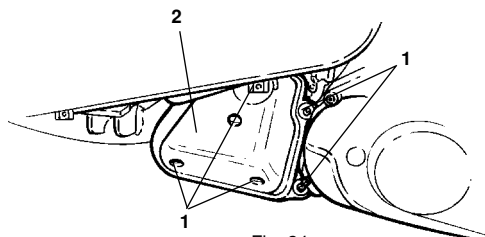
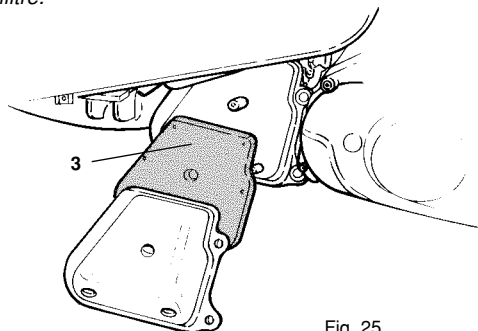

Fig. 24
Fig. 25
- Para acceder al filtro de aire (después de haber extraído el puente): destornillar el tornillo (1 - Fig. 24).
- Extraer la tapa (2 - Fig. 24) y sacar el elemento filtrante (3 - Fig. 25).
- Pour avoir accès au filtre à air (après avoir enlevé le sabot (voir page 143), dévisser les vis (1 - Fig. 24).
- Extraire le couvercle (2 - Fig. 24) et enlever l'élément filtrant (3 - Fig. 25).